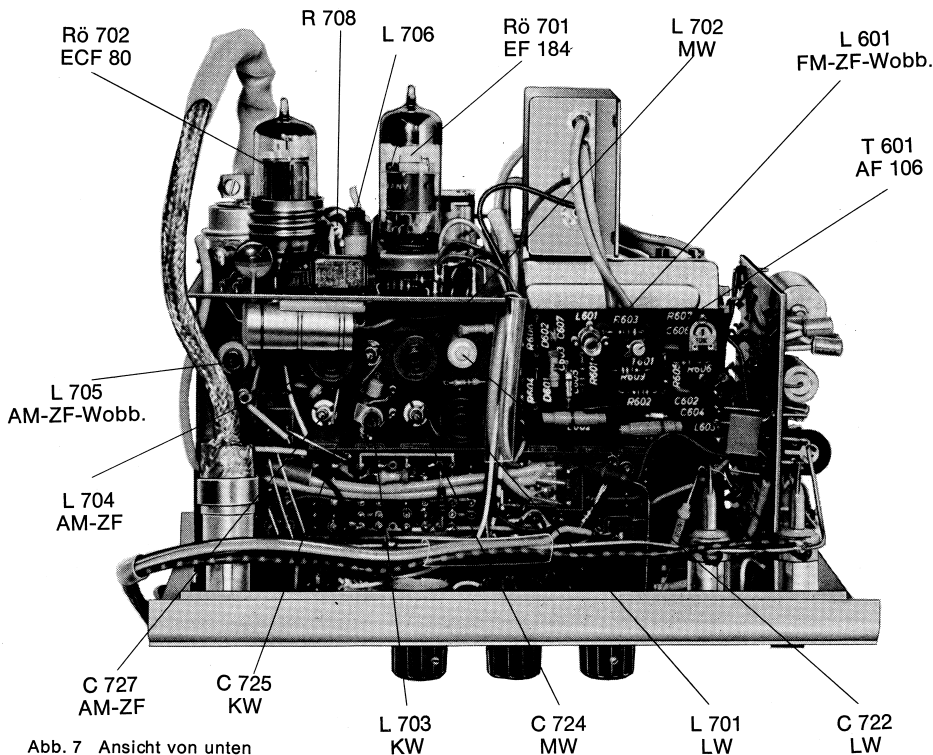

Abb. 7 Ansicht von unten
Die Tasten ZF (FM-Rdfk.) (13) und FM Mod. (8) drücken und den Hubregler im AM-Teil (15) auf Linksanschlag drehen. Die Spannung am oberen Ende von R 422 beträgt ca. 3,4 V_{ss} 1 kHz. Sie muß um ca. 10 % abfallen, wenn der Hubregler (15) herausfedernd auf Rechtsanschlag gedreht wird (einstellbar mit Regler R 708 siehe Abb. 7).
Sollte die Frequenzunsicherheit der Sender $\pm 1\%$ übersteigen, so ist eine Korrektur durch wechselseitiges Nachgleichen auf folgende Frequenzen möglich. Die Lage der Abgleichselemente ist den Abb. 7 und 8 zu entnehmen.